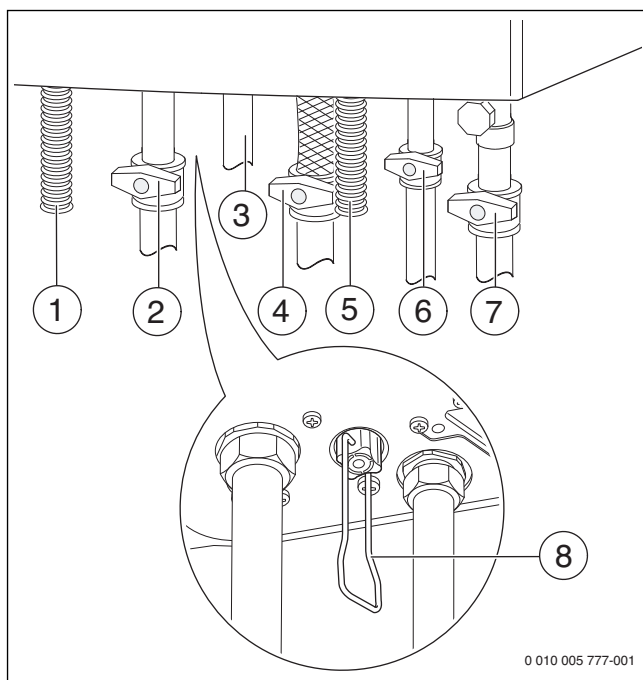

Рис. 26 Подключения газа и воды (дополнительная комплектация)
- ▶ Котлы GB062 ..K...: откройте кран холодной воды (→ рис. 26) и держите кран горячей воды открытым до тех пор, пока из него не потечёт вода.
- ▶ Откройте краны подающей и обратной линии отопления (→ рис. 26).
- ▶ Заполните отопительную систему до давления 1-2 бар (→ рис. 26) и закройте кран для заполнения и слива.